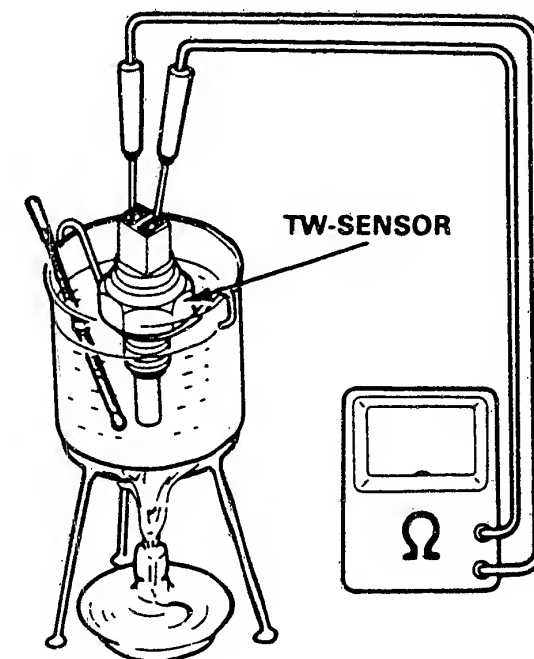

Bild 4 Der TW-Kühlmitteltemperaturfühler und wie er in Wasser geprüft werden kann.
Die Kühlmitteltemperatur wird mit einem Heissleiterelement (Thermistor) bestimmt. Sein Widerstand und damit seine elektrische Leitfähigkeit ändern sich mit der Temperatur des Kühlmittels (Bild 4).
a) Der **TW-Sensor** wird zur Widerstandsprüfung aus dem Zylinderkopf herausgeschraubt und im Wasser erhitzt (Bild 4). Sein Widerstand muss bei 35°C Wassertemperatur zwischen 1000 und 1650Ω, bei 80°C zwischen 250 und 360Ω liegen. Die entsprechenden Werte für den **TA-Sensor** betragen 2000...3200Ω bei 20°C und 220...350Ω bei 80°C.
e) Am **PA-Sensor** muss zwischen der Klemme 1 (-) des Kabelsteckers und der Klemme 19 (+) des Prüfkabelbaums eine Spannung von 2.75...2.95V gemessen werden können. Die Spannung nimmt pro 1000m (MH) um 0.3V ab. Zwischen Klemme 1 und 14 muss die Spannung 4.75...5.25V betragen.